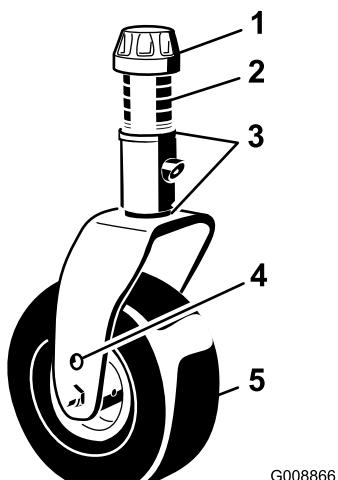
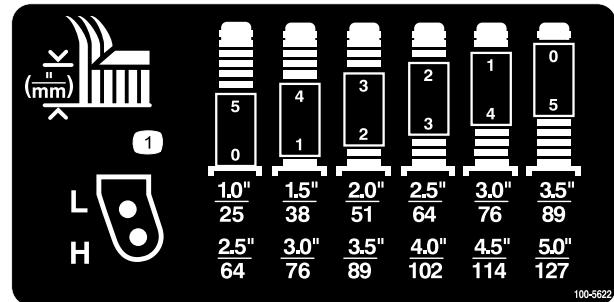

図 7
図 8
2. 左右のキャスター・フォークの同じ穴にキャスター・ホイールの軸をセットする。どの穴にセットするかは、図 7と図 8を参照のこと。
3. スピンドル・シャフトからテンショニング・キャップを取り（図 7）、キャスター・アームからスピンドルを抜き出す。シム（3 mm）を2枚スピンドルのシャフトに通す（当初の状態と同じ）。これらのシムは、デッキ全体の左右の水平調整に必要となる。希望する刈高に必要な枚数のスペーサ（13 mm 厚）をスピンドル・シャフトに通し、その上からワッシャを取り付ける。
スペーサの組み合わせ方法については、図 7と図 8を参照のこと。